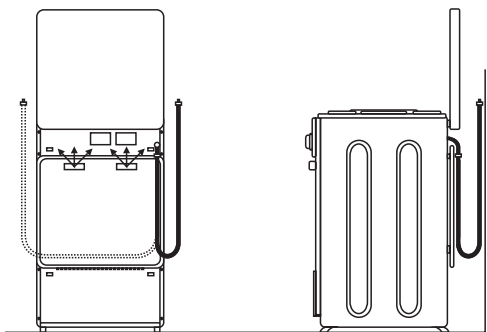

Рисунок 16 — Схема расположения гибкого шланга
7.5 При подключении плиты к газопроводу с помощью шланга должны быть соблюдены следующие требования (см. рисунок 16):